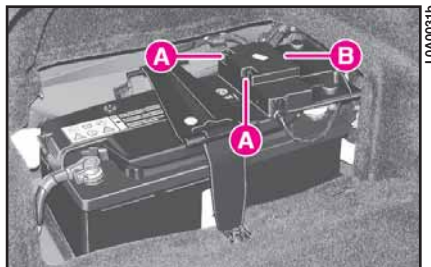

fig. 2
4) Appuyer sur les agrafes A (fig. 2) et enlever le couvercle B.